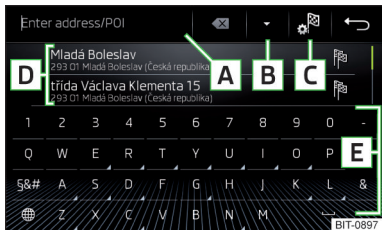
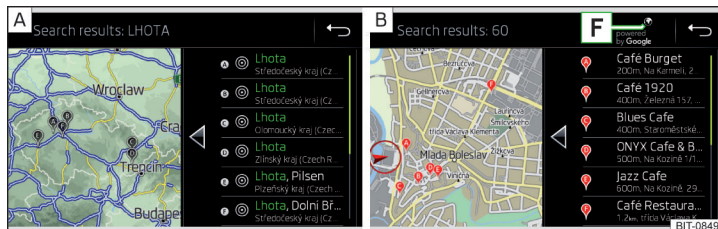

Fig. 208
Fig. 209 Lista destinațiilor căutate: în datele de navigație/online
Suprafețe de comandă funcții » fig. 208 și » fig. 209
În zona **D** » fig. 208, se afișează o listă a destinațiilor căutate.
- ▶ **sa:** Atingeți suprafața de comandă funcții **[B]** » fig. 208.
- 📍 Destinații căutate în datele de navigație » fig. 209 - **[A]**.
- 📍 Destinații căutate online » fig. 209 - **[B]**.
În meniul pentru căutarea destinației, în zona **D** » fig. 208 la pagina 184, se afișează o listă scurtă cuprinzând ultimele destinații.